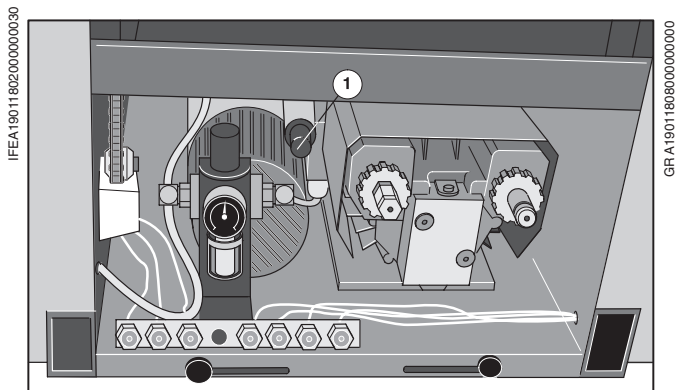
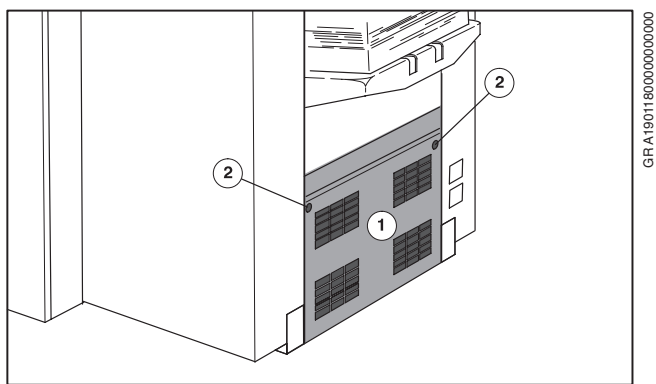

Рис. 7 Фильтр компрессора
Рис. 8 Защитный кожух под самонакладом
- ❶ **Еженедельно контролируйте** воздушный фильтр пневматического компрессора.
- ❷ Вытащите патрон фильтра (Рис. 7/❶)
- ❸ Продуйте патрон фильтра и при сильном загрязнении замените его.
- ❹ **Заменяйте** патрон фильтра **каждые 6 месяцев**.
- ❺ Снова установите **защитное ограждение** под самонакладом (Рис. 8/❶) и закрепите его двумя винтами (Рис. 8/❷), повернув их на пол-оборота по часовой стрелке.